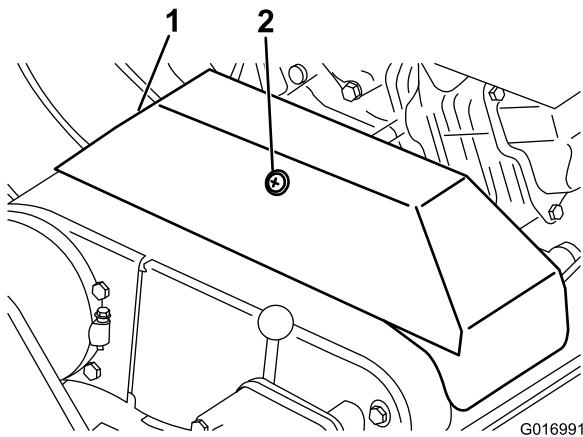

図 32
3. Vベルトカバーを固定しているリテーナをゆるめて、カバーを開ける図 32。